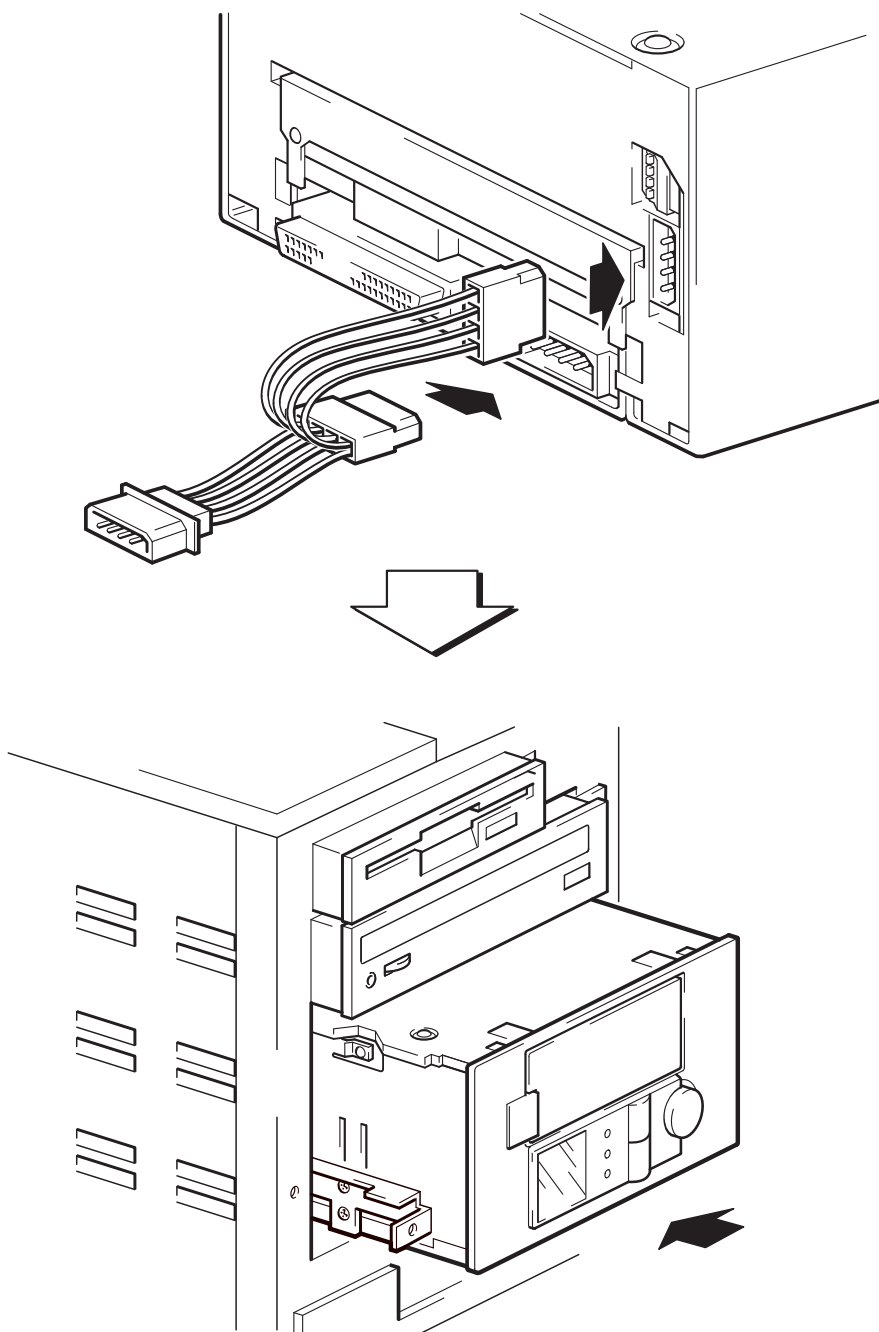

Figure 8 : connexion du câble en Y et installation du chargeur
- 1 Branchez les connecteurs d'alimentation femelles du câble en Y sur les deux prises d'alimentation du chargeur automatique, comme le montre la figure 8.
- 2 Introduisez le chargeur automatique dans la baie disponible en alignant le plateau ou les rails sur les fentes de la baie, comme le montre la figure 8.